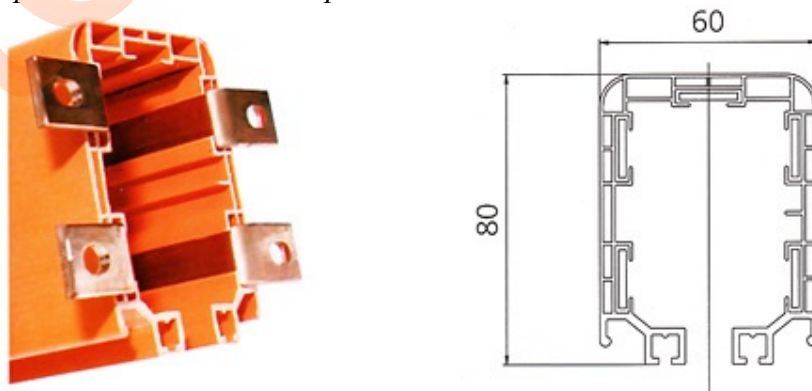

Рисунок 3 – Обиций вид профиля с предустановленной медной полосой.
3.2. Характеристика профиля с предустановленной медной полосой (см. рис.3):